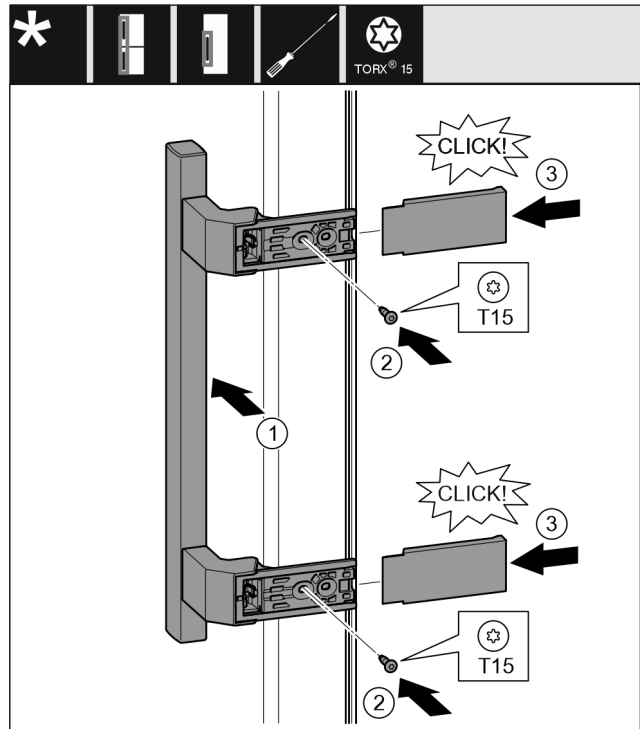

Fig. 11
- ▶ Colocar el tirador en el lado opuesto. Fig. 11 (1)
- ▶ Apretar los tornillos con el destornillador T15. Fig. 11 (2)
- ▶ Colocar las tapas en los laterales y empujarlas. Fig. 11 (3)